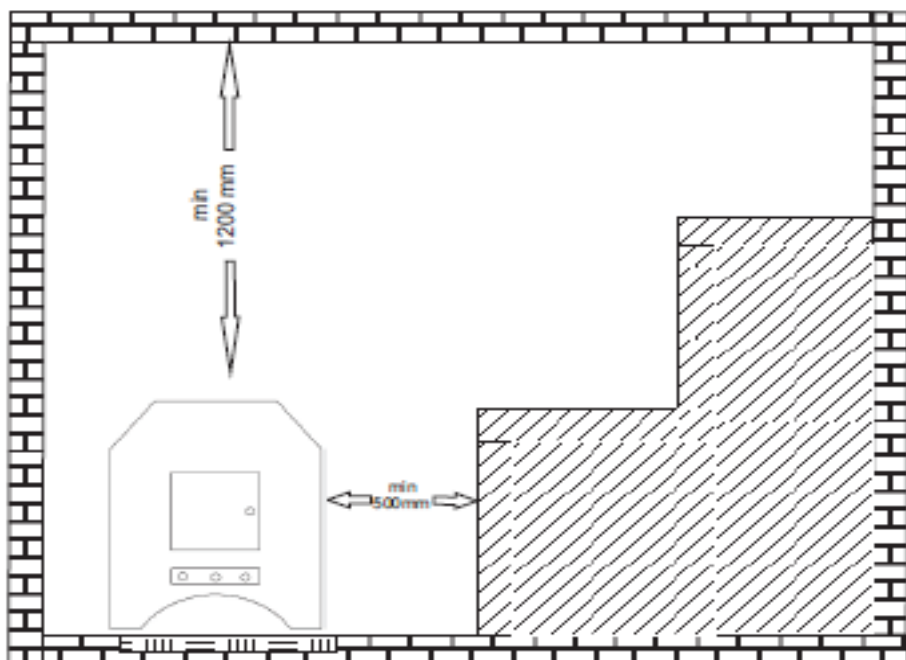

Рис. 2
- расстояние от верхней точки печки до потолка не должно быть меньше 1,2м. (Рис.2)